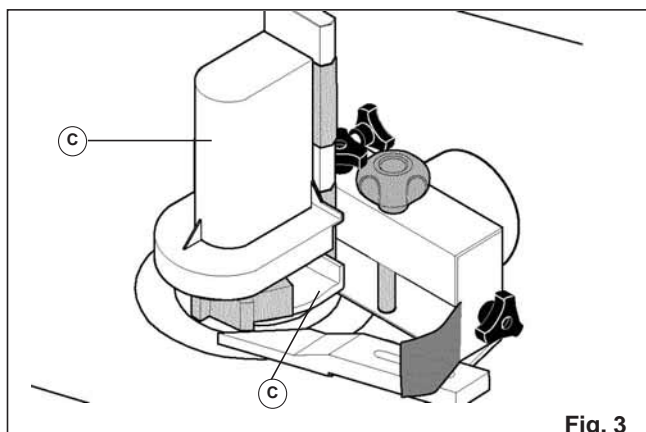
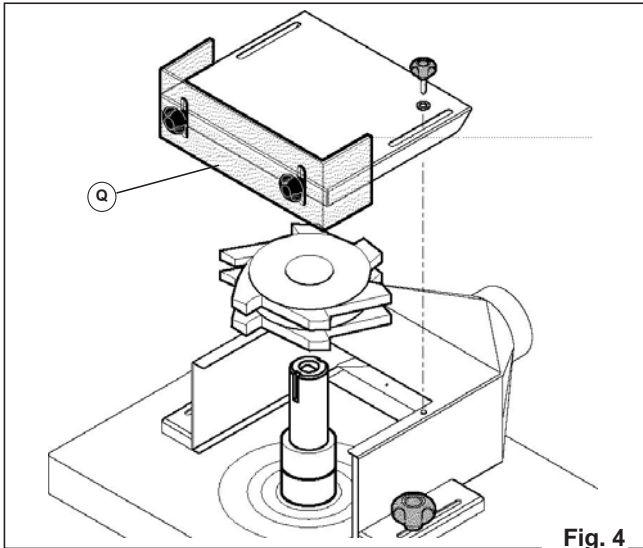

Fig. 3
Fig. 4
- Om formningshuv (Fig. 3) är installerad på maskinen monterar du isär skyddet **Q** och följestöden **T**, medan du med tapphuv (Fig. 4) avlägsnar dörren **L** för att montera kuttrarna.